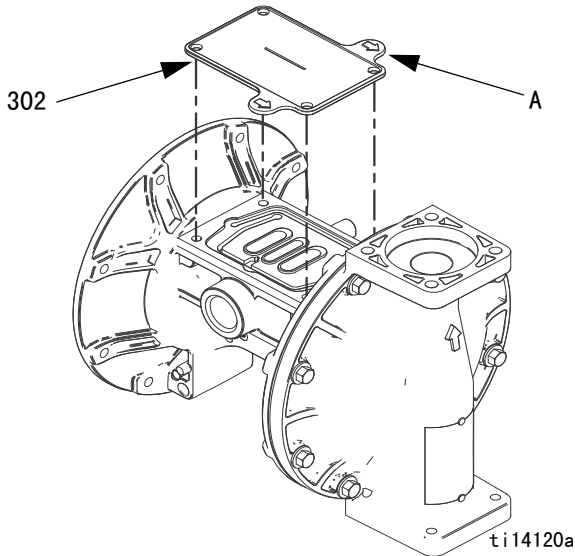

图 8. 流体盖工具
- a. 参见图 8。将随附的工具 (302) 放在空气阀垫圈 (108) 的正常位置上。箭头 (A) 必须指向安装好的流体盖。